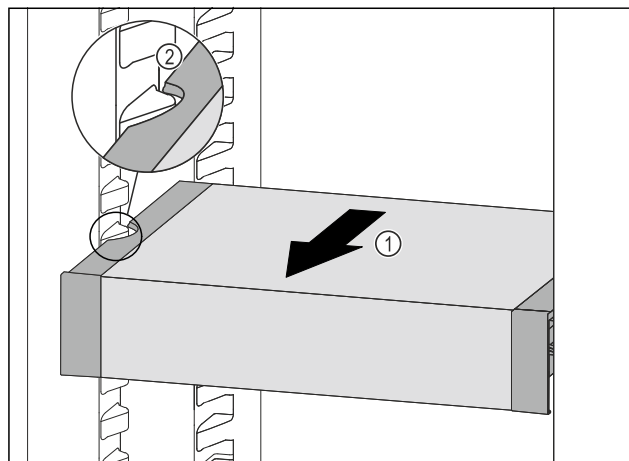

Fig. 176
- Predal VarioSafe povlecite naprej Fig. 176 (1), dokler nista stranska izreza predala VarioSafe na višini nastavka za posodo v hladilniku. Fig. 176 (2)